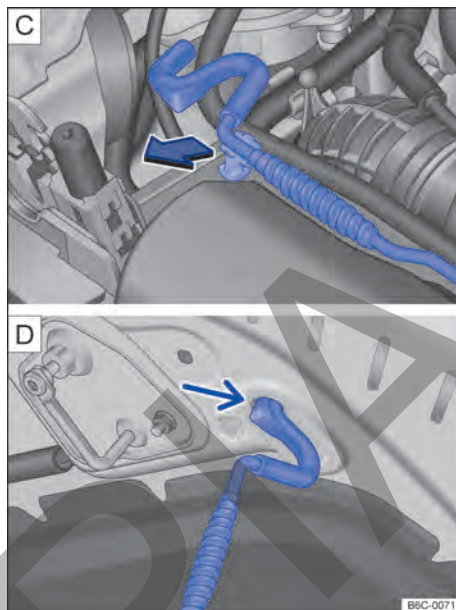

Fig. 199 C Varilla de sujeción de la tapa del compartimento del motor. D Tapa del compartimento del motor apoyada en la varilla de sujeción.
- Retirar la varilla de sujeción del soporte en el sentido de la flecha → fig. 199 C y colocarla en la abertura de la tapa del compartimento del motor → fig. 199 D. ▶
- Retirar la varilla de sujeción del orificio → fig. 199 y encajarla en el soporte del cierre → fig. 199 .